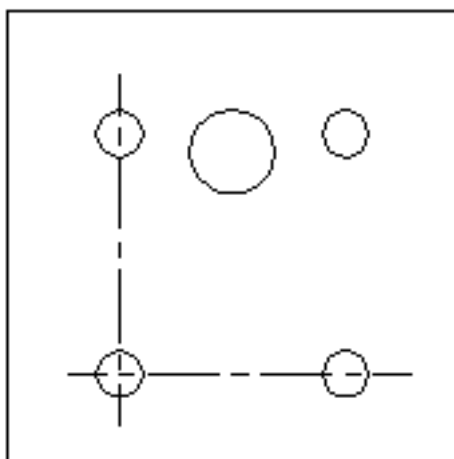

Рис. 7.1. Незаконченный чертёж монтажной платы
1. Загрузите файл ab10-b.dwg (см. рис. 7.1.).